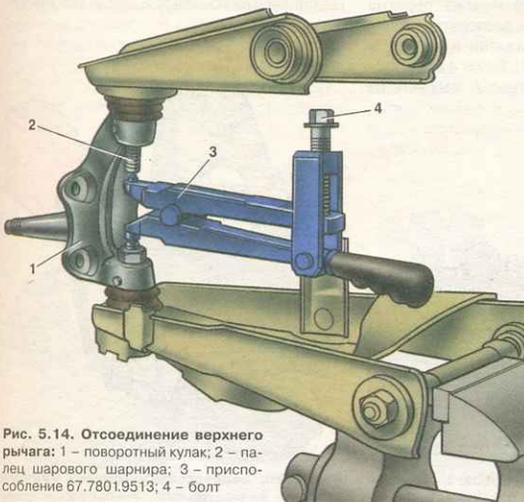

Рис. 5.14. Отсоединение верхнего рычага: 1 – поворотный кулак; 2 – палец шарового шарнира; 3 – приспособление 67.7801.9513; 4 – болт
- отверните гайку крепления пальца верхнего шарнира, установите съемник 67.7801.9513 (рис. 5.14) между пальцами шаровых шарниров и, завертывая болт съемни-